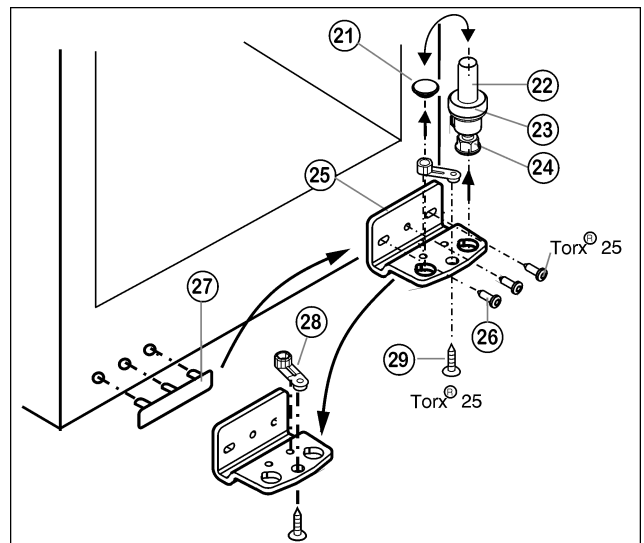

Fig. 6
- Lagerbolzen Fig. 6 (22) komplett, mit Scheibe Fig. 6 (23) und Stellfuß Fig. 6 (24), nach oben herausziehen.
- ▶ Stopfen Fig. 6 (21) abheben.
- ▶ Lagerbock Fig. 6 (25) abschrauben Fig. 6 (26).
- ▶ Lagerteil Fig. 6 (28) abschrauben Fig. 6 (29) und in das gegenüberliegende Aufnahmeloch des Lagerbocks umsetzen, wieder festschrauben.
- ▶ Griffseitige Abdeckung Fig. 6 (27) vorsichtig abheben und auf die Gegenseite umsetzen.
- ▶ Lagerbock Fig. 6 (25) auf der neuen Scharnierseite ggf. mit Hilfe eines Akkuschraubers fest (mit 4 Nm) wieder anschrauben.
- ▶ Stopfen Fig. 6 (21) in das andere Loch wieder einsetzen.
- ▶ Lagerbolzen Fig. 6 (22) komplett, mit Scheibe und Stellfuß, wieder einsetzen. Dabei darauf achten, dass der Rastnocken nach hinten zeigt.
- ▶ Stopfen (33) aus der Türlagerbuchse herausheben und umsetzen.
- ▶ Türgriff (32), Stopfen (33) und Druckplatten* (34) abmontieren und auf die Gegenseite umsetzen.
- ▶ Tür von oben auf Lagerbolzen unten Fig. 6 (22) aufsetzen.
- ▶ Oberen Lagerbock (12) auf der neuen Scharnierseite in die Tür einsetzen.
- ▶ Oberen Lagerbock (12) fest (mit 4 Nm) anschrauben (2 mal Torx® 25) (13). Schraublöcher evtl. vorstechen oder Akkuschrauber verwenden.
- ▶ Abdeckung (10) und Abdeckung (11) jeweils auf der Gegenseite aufrasten.
- ▶ Die Tür evtl. über die beiden Langlöcher im Lagerbock unten Fig. 6 (25) fluchtend zum Gerätegehäuse ausrichten. Dazu mittlere Schraube herausdrehen.